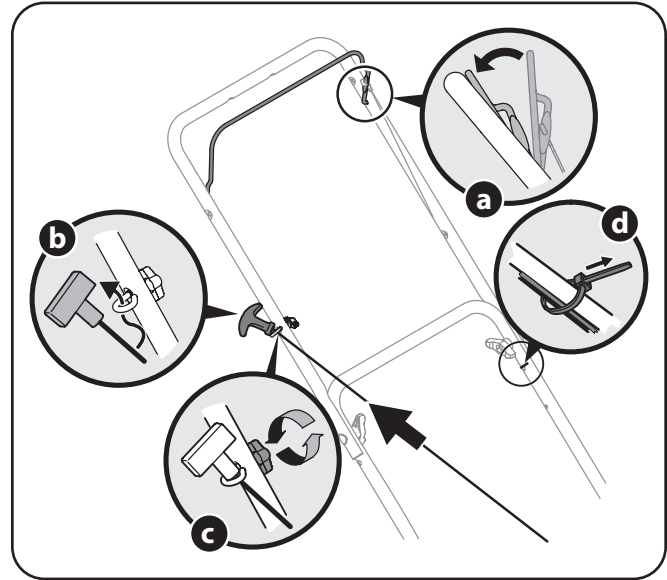

Figura 3-4
3. La guía de la cuerda está unida al costado derecho de la manija superior. Vea la Figura 3-4. Afloje la tuerca de mariposa que sujeta la guía de la cuerda.
- b. Jale lentamente la cuerda de arranque para sacarla del motor y deslice la cuerda de arranque en la guía. Vea la Figura 3-4.